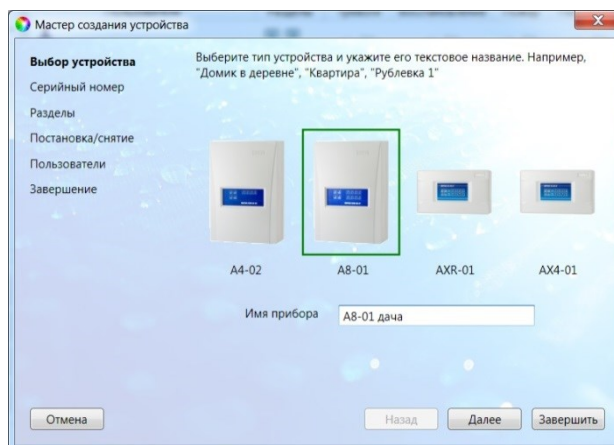

Рис. 5.5. Окно *Выбор устройства*
8. В следующем окне *Выбор устройства* выберите тип контроллера и задайте его имя (удобно именовать контроллер по объекту, на котором он будет использоваться, например: *A8-01 гараж*; *A8-01 дача*), см. рис. 5.5.